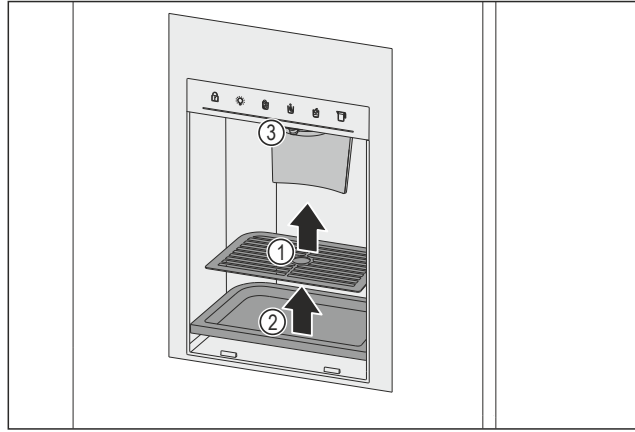

Fig. 165 Damlama ızgarasını ve damlama kabını çıkartma
- Damlama ızgarasını Fig. 165 (1) çıkartın.
- Damlama kabını Fig. 165 (2) çıkartın.
- Çıkış Fig. 165 (3) ve çevreyi yumuşak, temiz bir bez, ılık su ve biraz deterjanla temizleyin.